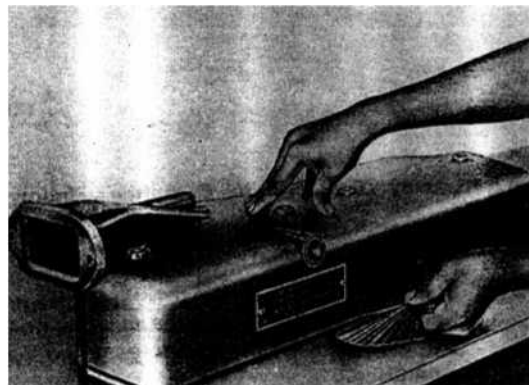

РИС. 53
- 7) Очистите крышку головки цилиндра и проверьте на наличие деформаций уплотняющие поверхности с помощью щупа на контрольной плите (рис. 53).